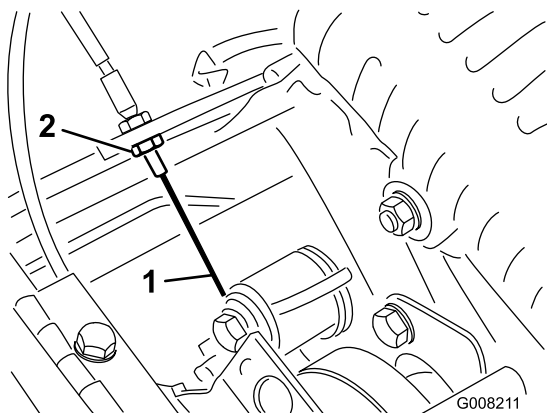

Figura 42
3. Per aumentare la tensione del cavo allentate il controdado del cavo anteriore e serrate il controdado del cavo posteriore (Figura 42) finché non occorre una forza di 3–4 kg per innestare il comando della trazione. Misurate la forza alla manopola di comando.